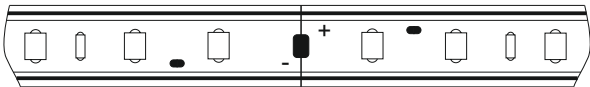

Рисунок 1
3.2.5 Полярность одноцветной ленты определить по маркировке (+) и (-), нанесённой на лицевую сторону ленты в месте соединения сегментов (рисунок 1).